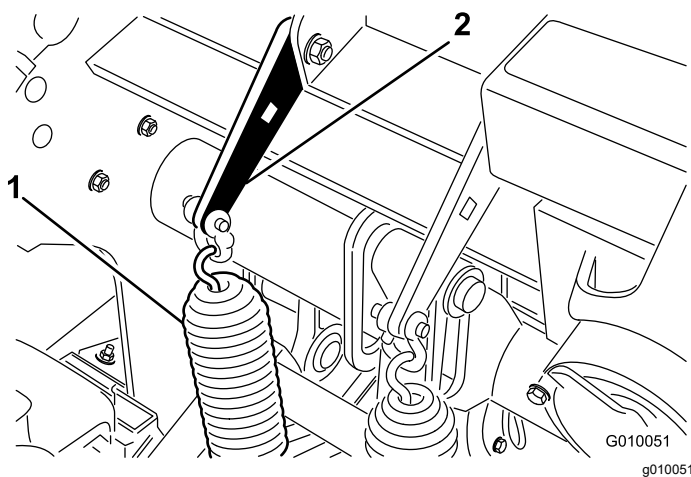

Figure 29
2. Desserrez les écrous des boulons de carrosserie qui fixent les supports des ressorts à la tête d'aération (Figure 29). Ne les retirez pas.